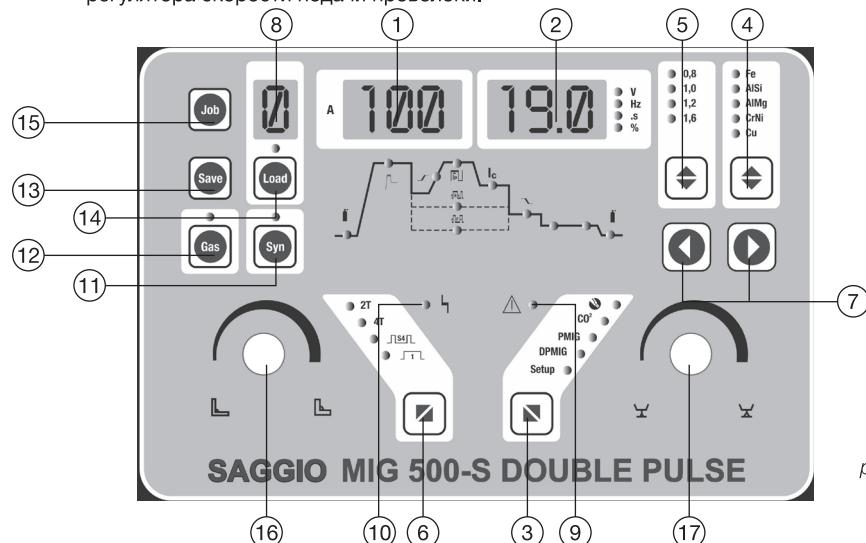

рис. 6
1. Для начала нажмите клавишу №3 (рис.6) для выбора вида сварочного процесса "CO₂".
- Нажмите клавишу №11 (рис.6) «SYN»
- Основным регулятором скорости подачи (расположен на механизме подачи рис. 5) необходимо выставить значение на цифровом дисплее №1 (рис. 6) 100A.
- Основным регулятором сварочного напряжения (расположен на механизме подачи рис. 5) необходимо выставить значение на цифровом дисплее №2 (рис. 6) 19V, как представлено на рисунке ниже.
3. Выберите диаметр сварочной проволоки с помощью клавиши №5 (рис.6): 0,8/1,0/1,2/1,6
4. Выберите режим управления процессом, нажав клавишу №6 (рис.6): 2T, 4T.
5. Далее настраиваем параметры циклограммы с помощью клавиш №7 и регулятора №17 (рис. 6): индуктивность, предварительная и заключительная продувка газа, напряжение и время растяжки дуги.
- При выборе режима 4T активируются параметры: Ток "заварки кратера" и напряжение "заварки кратера", которые настраиваются с помощью регуляторов №16 и №17 (рис. 6).
6. Отрегулируйте расход газа с помощью клавиши №12 (рис.6), предварительно подсоединив газовый шланг аппарата с регулятором давления газового баллона.
1. Нажмите клавишу №3 (рис. 6) для выбора вида сварочного процесса "PMIG".
3. Выберите тип материала с помощью клавиши №4 (рис. 6): углеродистая сталь(Fe), алюминиево-кремниевый сплав (AlSi), алюминиево-магниевый сплав (AlMg), нержавеющая сталь (CrNi), медный сплав (CuSi₃).
4. Затем выберите диаметр сварочной проволоки, нажав клавишу №5 (рис. 6): 0,8/1,0/1,2/1,6
5. Выберите режим управления процессом, нажав клавишу №6 (рис. 6): 2T, 4T, Special 4T
6. Далее настраиваем параметры циклограммы с помощью клавиш №7 и регулятора №17 (рис. 6): индуктивность, предварительная и заключительная продувка газа, напряжение и время растяжки дуги.
- При выборе режима 4T активируются следующие параметры: Ток "заварки кратера" и напряжение "заварки кратера", которые настраиваются с помощью регуляторов №16 и №17 (рис. 6).
- При выборе режима Special 4T активируются параметры: ток и напряжение "Hot start", ток и напряжение "заварки кратера", которые настраиваются также с помощью регуляторов №16 и №17 (рис. 6).
7. Отрегулируйте расход газа с помощью клавиши №12 (рис.6), предварительно подсоединив газовый шланг аппарата с регулятором давления газового баллона.
1. Нажмите клавишу №3 (рис. 6) для выбора вида сварочного процесса "DPMIG".
6. Далее настраиваем параметры циклограммы с помощью клавиш №7 и регулятора №16 и №17 (рис. 6): индуктивность, предварительная и заключительная продувка газа, ток, частота и время второго импульса, напряжение и время растяжки дуги.
1. Нажмите клавишу "Job" №15 (рис. 6) и выберите номер ячейки для сохранения настроенного процесса сварки, повторными нажатиями на клавишу.
2. Далее нажмите клавишу "Save" №13 (рис. 6).
- Нажмите клавишу "Load" №14 (рис. 6).